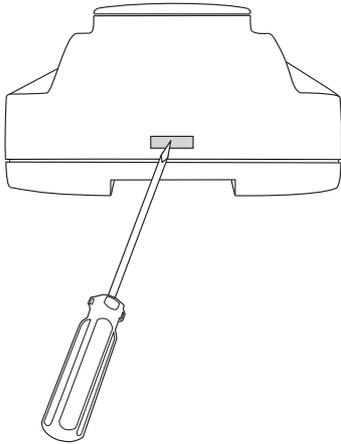

Bild 11-1 Entfernen der Oberseite des Gehäuses
2. Entfernen Sie die Oberseite des Gehäuses, indem Sie auf die beiden Laschen auf jeder Seite des Gehäuses drücken und dann die Oberseite des Gehäuses vorsichtig abheben. Siehe *Bild 11-1*